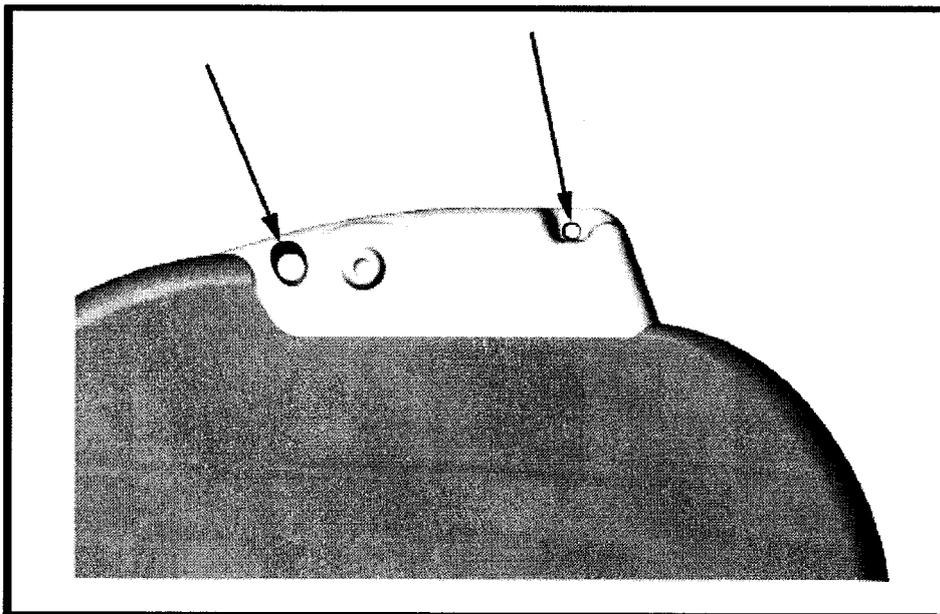

Figura 18: Orificios de sutura del bloque conector para anclar el dispositivo
9. Ancle el dispositivo a la fascia para evitar la posible migración con una sutura no absorbible de seda 0 o similar. Para esto, el bloque conector cuenta con dos orificios para sutura (*Figura 18*).